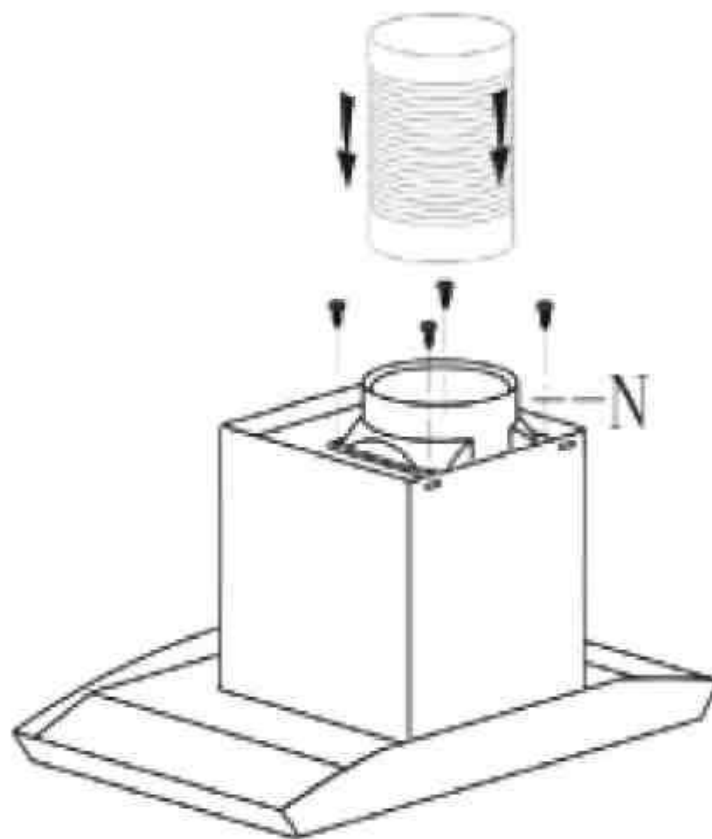

Рис. 12
Убедитесь в том, что был установлен соединительный патрубок („N“) на верхнюю часть вытяжки при помощи двух винтов, которые являются составной частью упаковки (рис.). При помощи трубки диаметром 125 мм соедините патрубок (N) в верхней части вытяжки (смотрим рис. 12) с трубопроводом отвода кухонного пара имеющего сечение минимально 150 см².